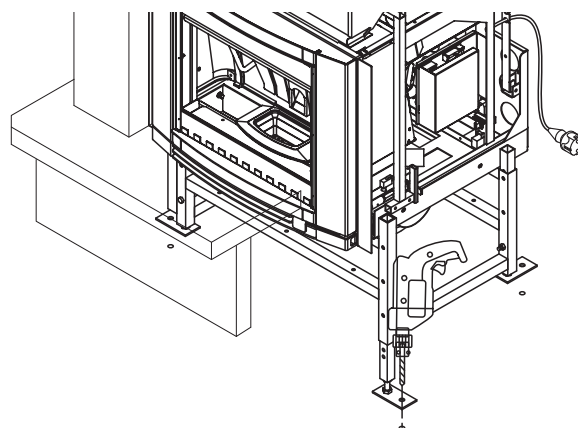

Fig. 6.1.3
- 4) 4 Bohrungen Ø 8 für die Bodenbefestigung des Gestells ausführen (Abb. 6.1.3). Als Schablone das Gestell selbst benutzen.
- 5) Die Sockelfüße (S) mit robusten Spreizdübeln Ø 8 mm aus Stahl (E) befestigen;
- 6) Den Abgassammler (K) mit dem Rauchabzugsschacht verbinden.
- 8) Die Stromleitung an der Ofenrückseite (M) vorsehen;